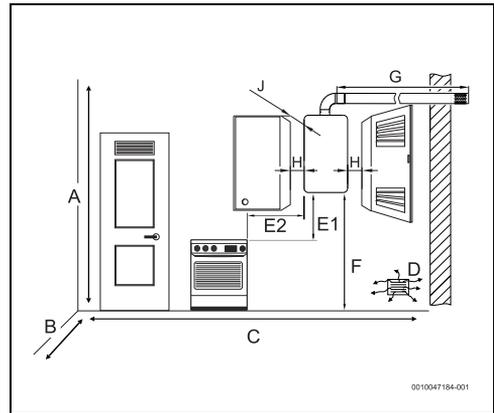

Fig. 8 Distancias mínimas
- ▶ Mantener las distancias mínimas, presentadas en la fig. 8.
- ▶ Asegurar un buen acceso para los trabajos de mantenimiento, respetando las distancias mínimas indicadas en la Fig. 8.